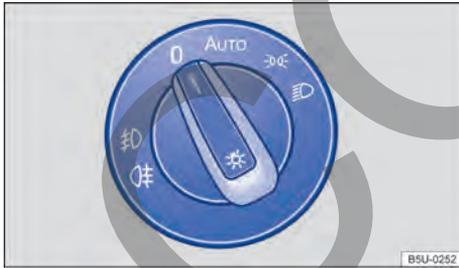

Fig. 65 En el panel: conmutador de las luces.
La luz de control **☞** en el conmutador de las luces → fig. 65 indica que el farol de neblina está encendido.
- Encender el farol de neblina: tirar del interruptor de las luces → fig. 65 de la posición  o  hasta la primera marcha.
- Encender la linterna de neblina: tirar totalmente del interruptor de las luces → fig. 65 de la posición  o .